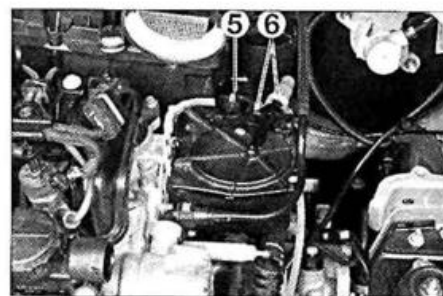

FIG. 34
- Desconectar (fig. 34):
- el conector eléctrico (5).
- las tuberías de combustible (6).